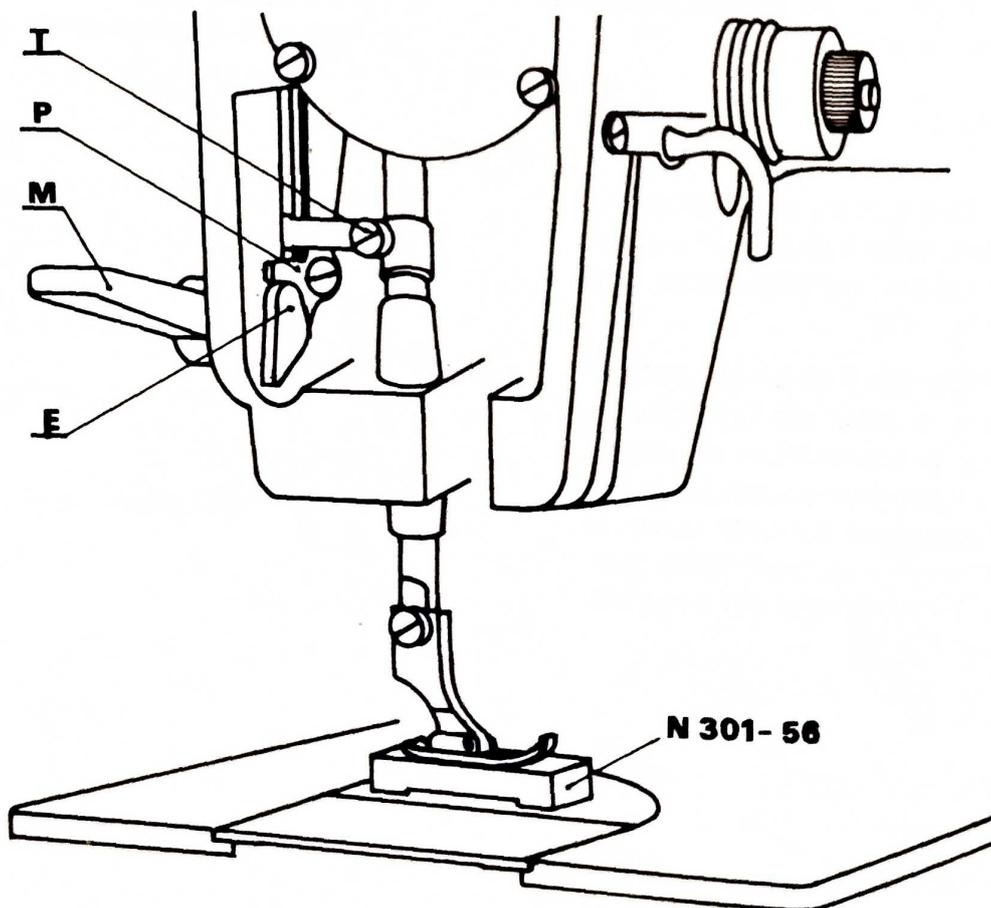

Fig.17
4. Desserrer la vis T et agir sur la barre du pied presseur de telle sorte que le pied du pied presseur s'appuie sur le gabarit N 301-56 placé au-dessus de la plaque d'aiguille et que la pièce d'élévation E s'appuie sur le levier d'élévation P, (fig. 17).